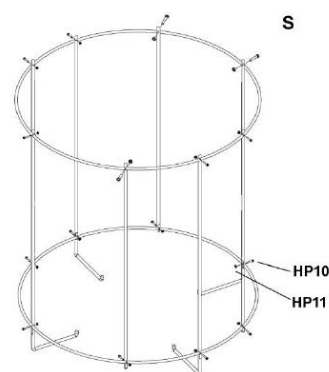

Figure 13
18. Vissez les supports longs et courts dans les arceaux en alternant, comme indiqué dans la Figure 13. Sécurisez avec seize écrous hexagonaux et vis à tête cylindrique (HP10, HP11). (Remarque : les torsions sur les longs supports pointent vers l'intérieur comme indiqué.)